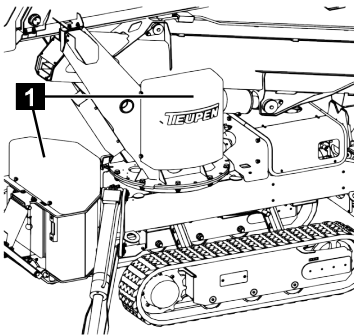

Fig. 139
3. Démonters les capots (Fig.139/1).